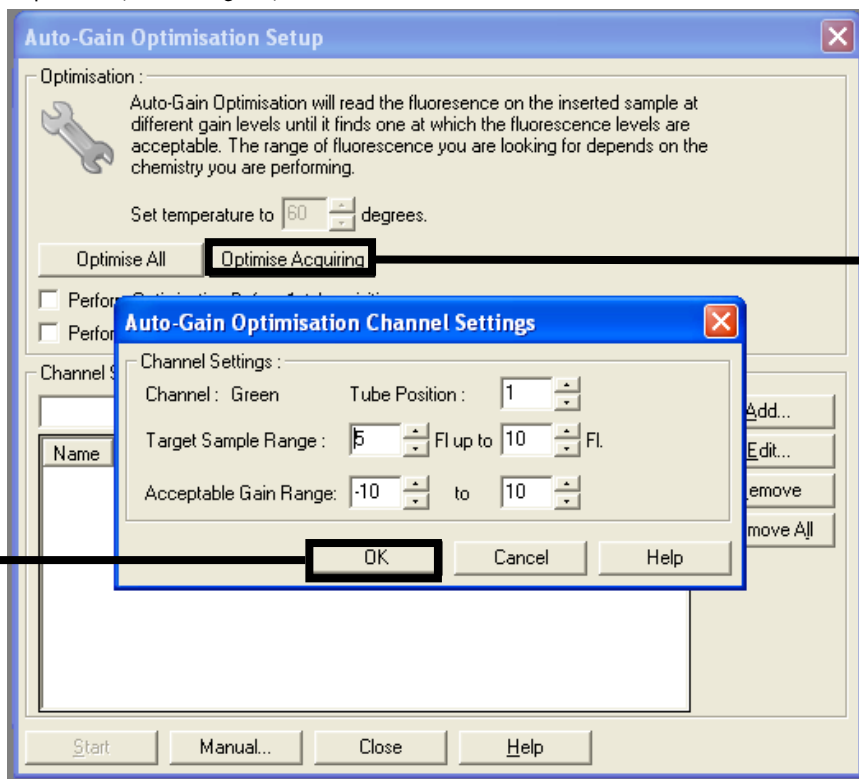

Abbildung 31. „Auto-gain Optimisation“ (Automatische Verstärkungsoptimierung) für den grünen Kanal.
13. Klicken Sie auf **Optimise Acquiring** (Erfassung optimieren). Es werden für jeden Kanal die Kanaleinstellungen angezeigt. Klicken Sie auf **OK**, um diese Standardwerte zu akzeptieren. (Abbildung 31).